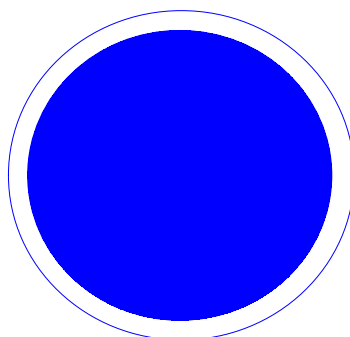

Figura 4. Señal de obligación
9.4 De obligación (véase figura 4)